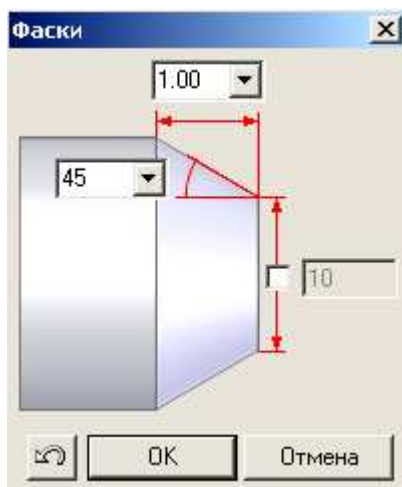

Рисунок 7.38
2. Определите параметры фаски (см. Рисунок 7.38).
Для редактирования фаски вызовите команду **Редактирование вала** (см. Рисунок 7.4) и укажите курсором редактируемую фаску. Далее необходимо определить новые параметры фаски и подтвердить изменения (см. Рисунок 7.38).